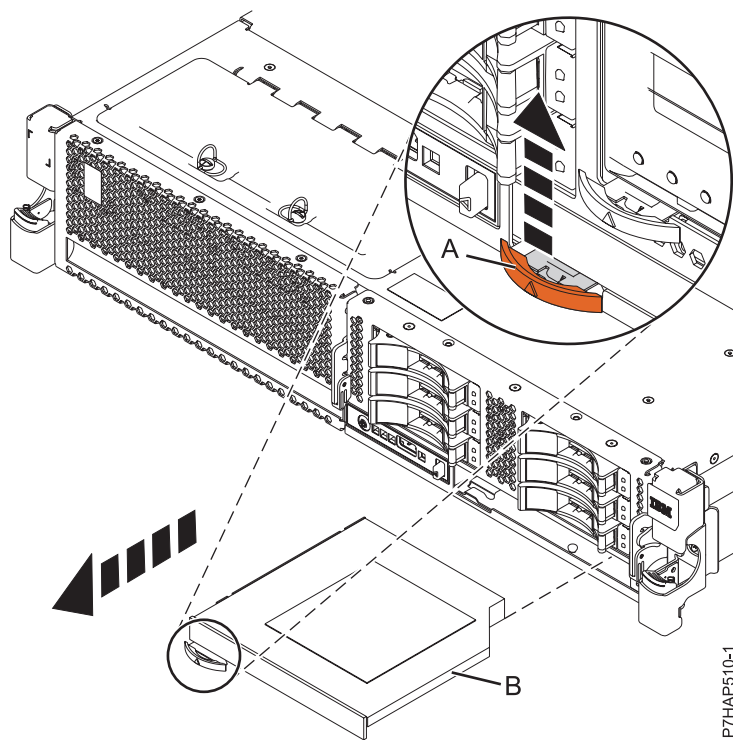

Figura 4. Extracció del dispositiu de suport d'emmagatzematge extraplà de la placa posterior de la unitat de disc
- b. Alineu les petites pestanyes que hi ha a les ranures del dispositiu de suport d'emmagatzematge (**B**) i inseriu el dispositiu i el clip al mateix temps. A continuació, pressioneu la pestanya (**A**) fins que quedi bloquejada al seu lloc. Vegeu la figura 4 o 5 en funció de la configuració del vostre sistema.